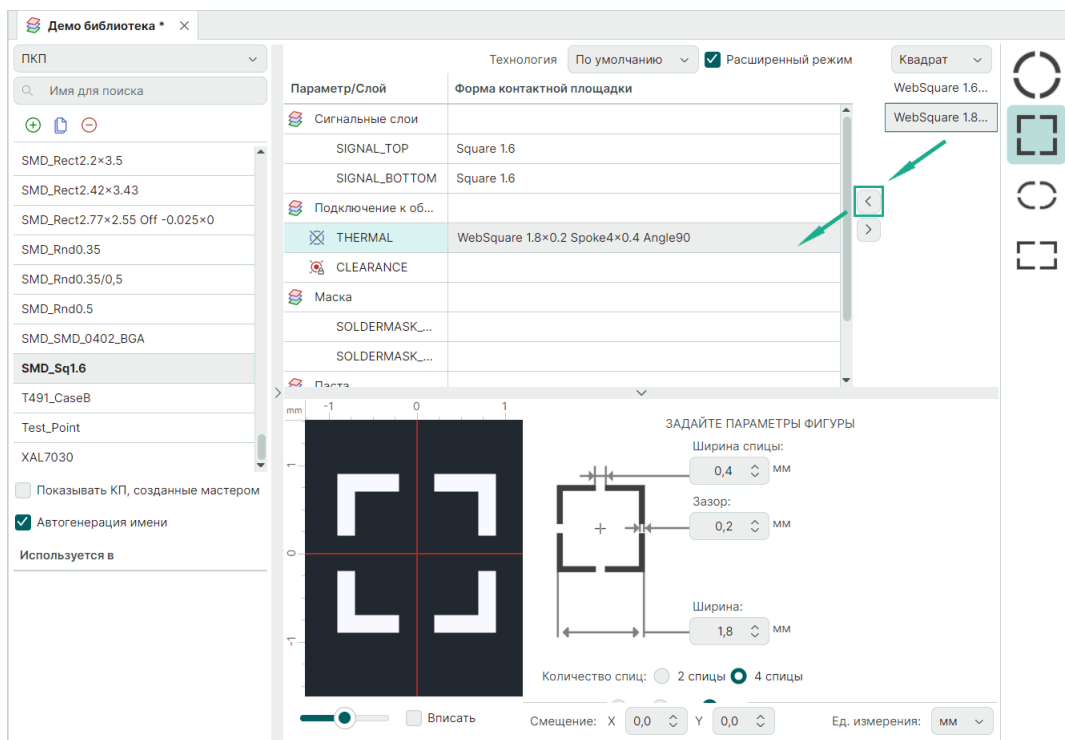

Рис. 64 Добавление формы термобарьера на слой контактной площадки
4. Добавьте сформированную форму термобарьера в параметр «THERMAL», нажав , см. Рис. 64.